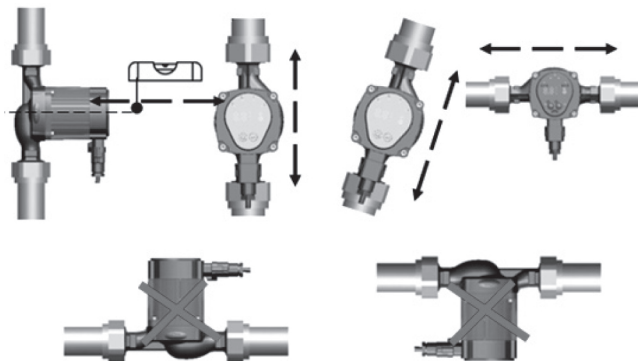

Рисунок 1. Правильное установочное положение двигателя
- **вал двигателя насоса должен располагаться строго горизонтально (см. Рис. 1);**